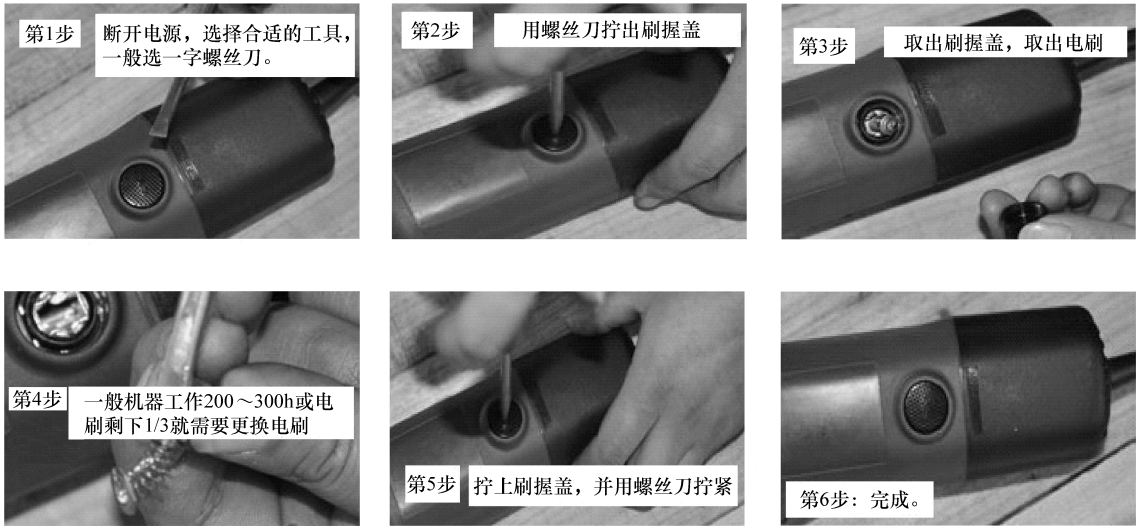

图 2-23 更换电刷的方法
4) 一般的手提电动工具更换电刷的方法图例如图 2-23 所示。